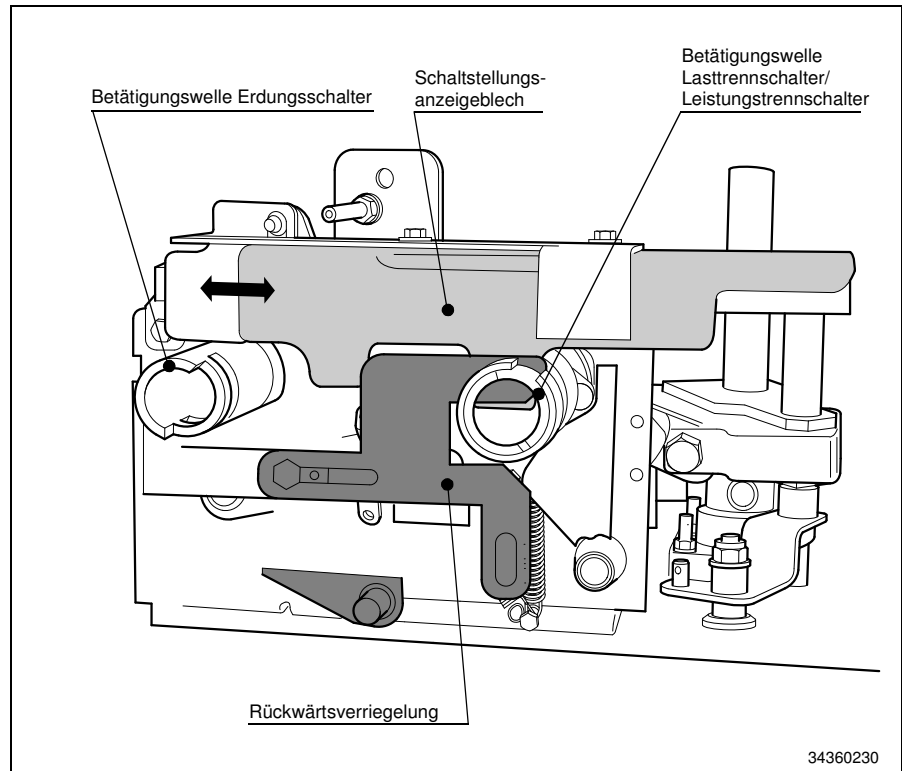

Bild 31
4.5.3 Rückwärtsverriegelung (Option) (Bild 31)
Die Steckblende ist geöffnet, die Blechzunge verschließt die Einstecköffnung der Betätigungswelle (Bild 31).